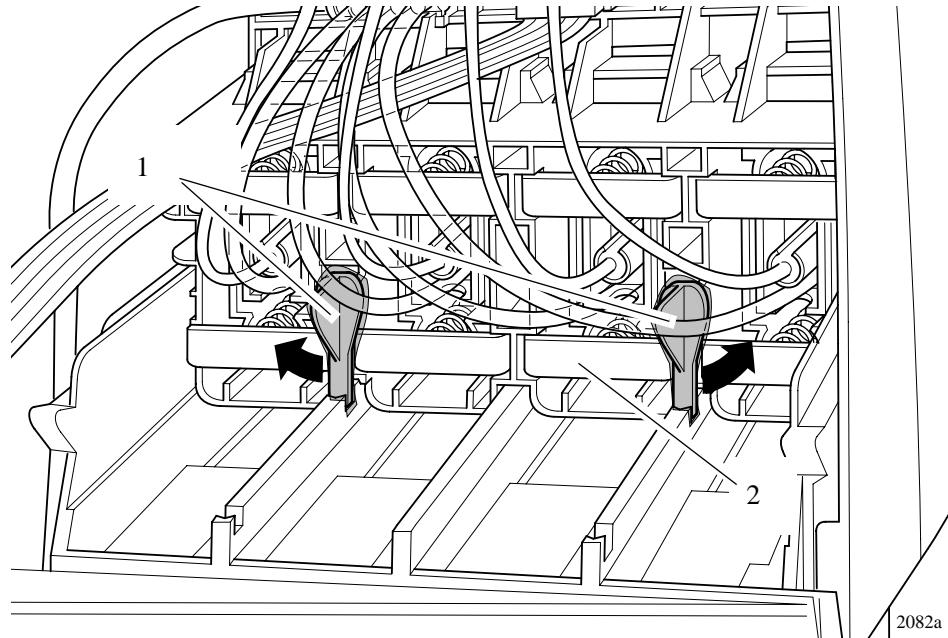

図 58 : ラッチ
- 9 インク カートリッジ チューブ コネクタ (部品2) の背面に付いている2個のラッチ (部品1) を外側にひねります。これで、アッセンブリ全体が外れます (図58参照)。